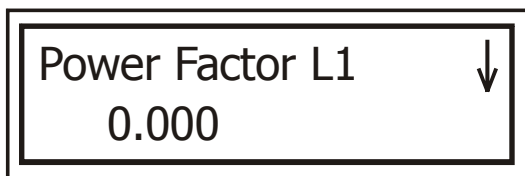

Рис. 33
3. Нажмите кнопку . На дисплее появится экран отображения коэффициента мощности. Используйте кнопку , чтобы посмотреть коэффициент мощности во всех трех фазах и суммарный коэффициент мощности (рис. 33):